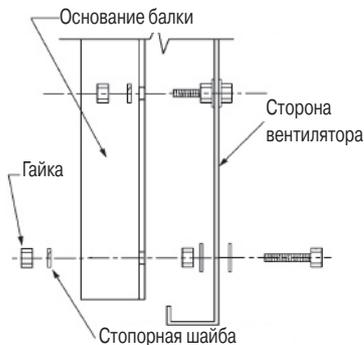

Рис. 21. Монтаж основания балки
2. Для крепления основания балки к агрегату используйте 8 мм стопорные шайбы и гайки (см. рис. 21).